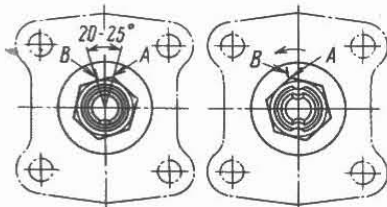

Fig. 4-6. Esquema de regulación de los cojinetes de los cubos de las ruedas delanteras:
- haga una marca B en la arandela (fig. 4-6), luego afloje la tuerca en $20...25^\circ$, de forma que el borde A no llegue un poco hasta la marca B;